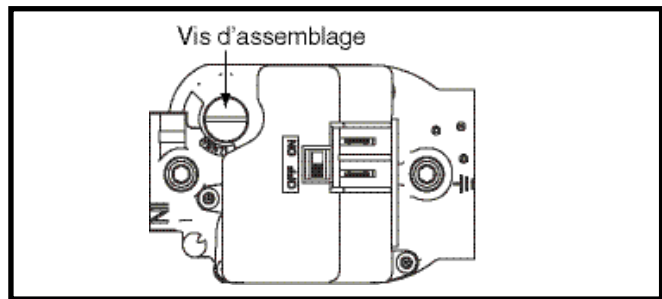

Figure 30. Vis d'obturation de régulateur
- b.) Retirer la vis d'obturation du régulateur (Figure 30) du côté ADMISSION du régulateur.